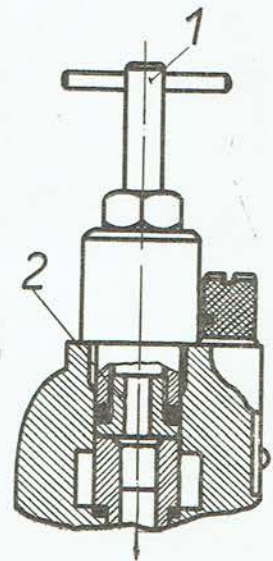

Abb. 27
4. Auf den Ventilkörper ist der Abzieher (Abb. 27/1) aufzuschrauben und das Druckventil (Abb. 27/2) ist aus der Pumpe herauszuziehen.